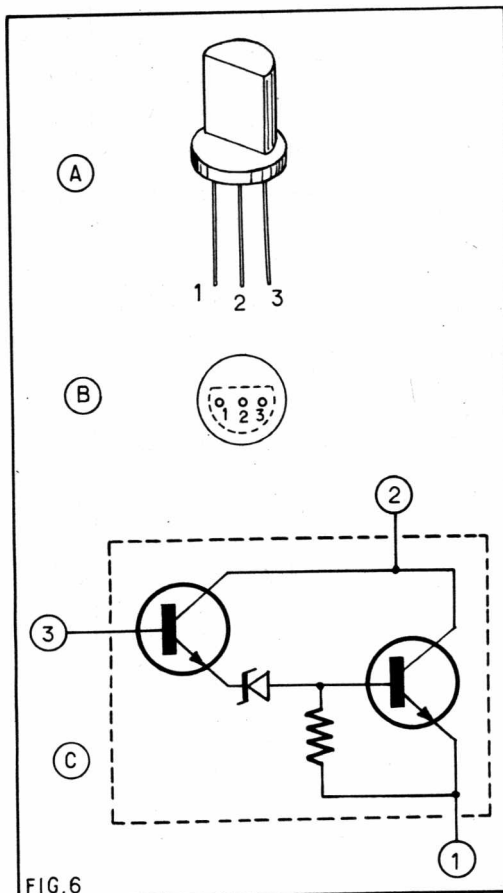

FIG.6
La figure 6 donne en (A) et (B) l'aspect de ce circuit intégré et en (C) le schéma intérieur.
Comme on l'a montré à la figure 6 (C), l'IVR contient deux transistors, une diode de référence de tension (diode zener) et une résistance. Ce circuit intégré servira, dans la présente application comme amplificateur de la tension d'erreur.